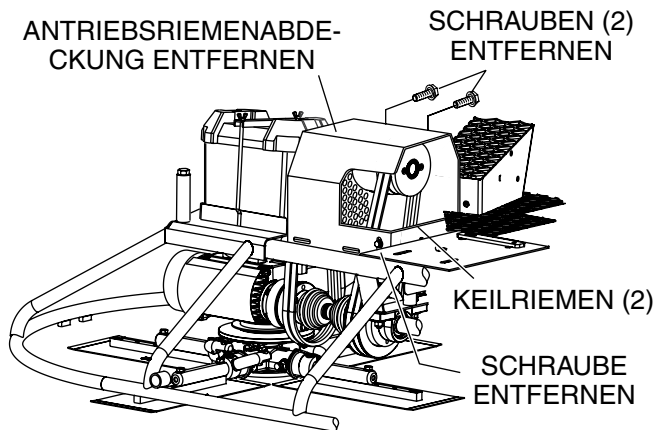

Abbildung 21. Entfernen der Antriebsriemenabdeckung
1. Um zu Inspektionszwecken auf die Antriebsriemen zuzugreifen, die 3 Schrauben entfernen, mit denen der Riemenchutz (Abbildung 21) am Rahmen befestigt ist.
1. Um die Antriebsriemen mit den Ersatzriemen zu ersetzen, die 3 Schrauben (Abbildung 21) entfernen, mit denen der Riemenchutz am Rahmen befestigt ist.